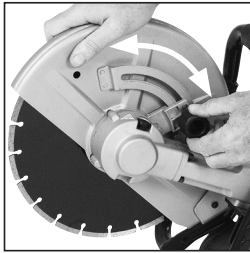

Fig. 6
- Afloje el pomo de bloqueo del protector del disco y gire el disco hasta la posición requerida. **(Fig. 6)**